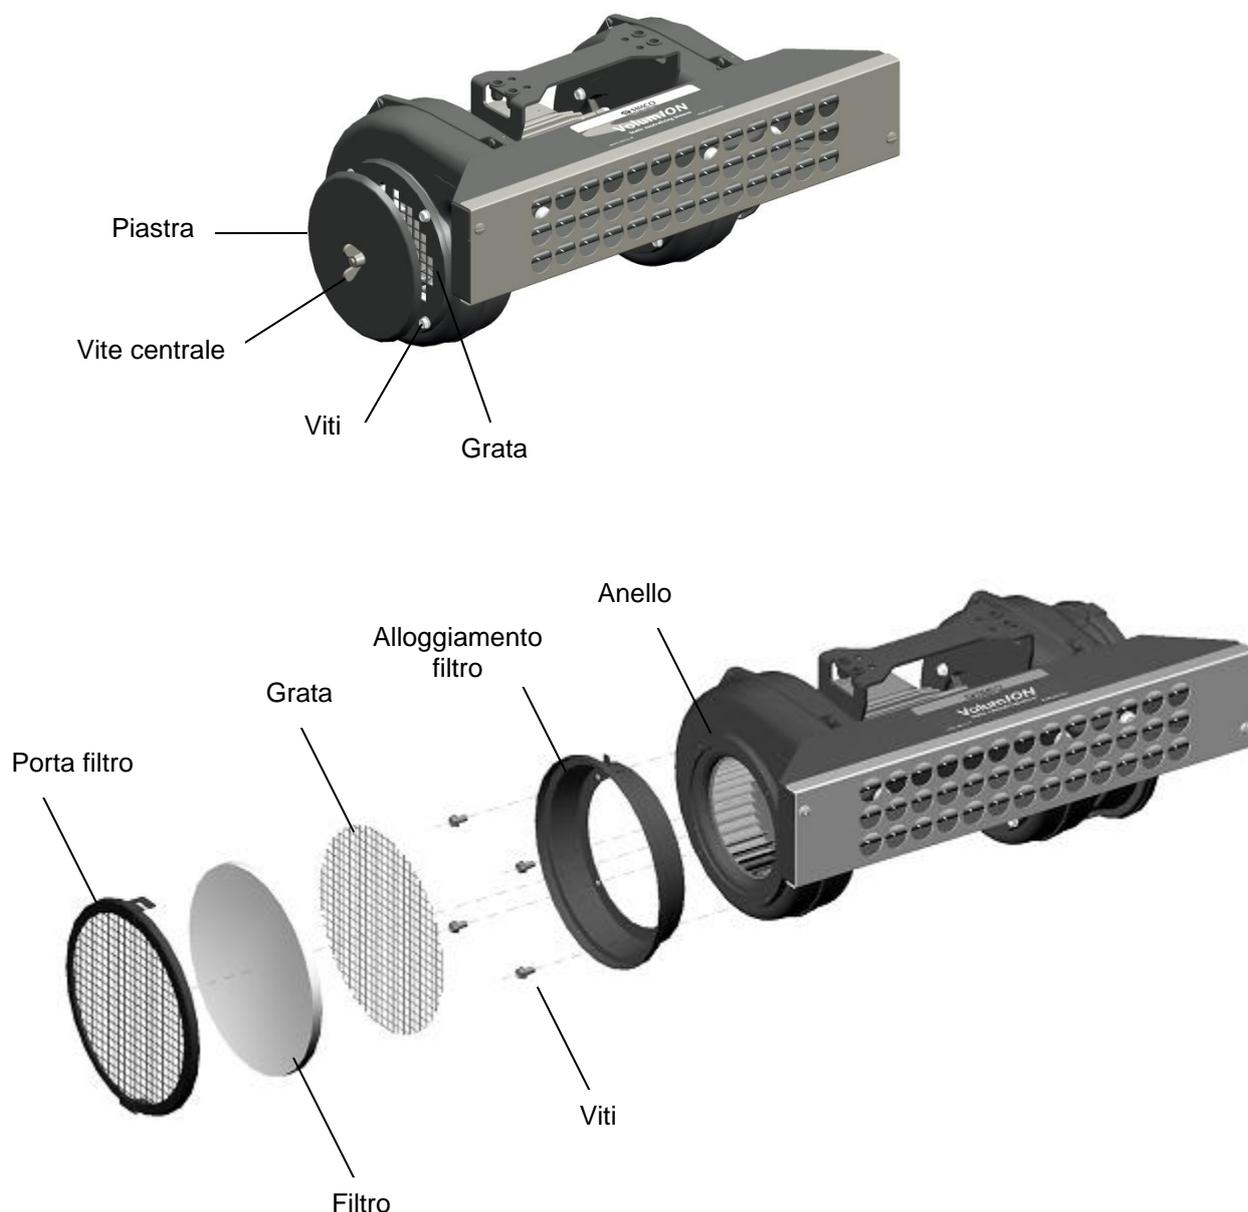

Figura 7: Inserire il filtro aria
- Ruotare le due viti di un quarto di giro a destra in modo da bloccare saldamente la piastra frontale al condotto aria. Assicurarsi che i fori sulla piastra frontale siano centrati con i punti di emissione. Vedi figura 7.